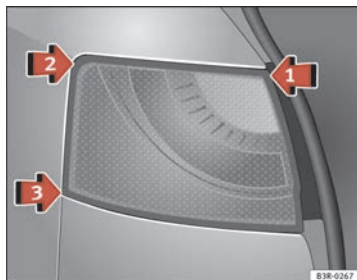
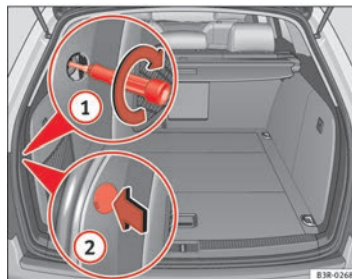

Fig. 230 Montaggio del fanale di coda
Fig. 231 Bagagliaio: posizione della vite di fissaggio del gruppo ottico posteriore
- Sistemare il fanale di coda nella sua conca cominciando dal punto ⇒ fig. 230 freccia ①.
- Premere quindi il fanale di coda nella sua conca prima nel punto ② e poi nel punto ③, finché le clip non si trovano ben fisse nei supporti in gomma.
- Premere leggermente dall'esterno il fanale di coda e fissarlo dalla parte del bagagliaio con la vite ⇒ fig. 231 ①.
- Riapplicare la copertura della vite con la fessura rivolta verso la coda della vettura ②.